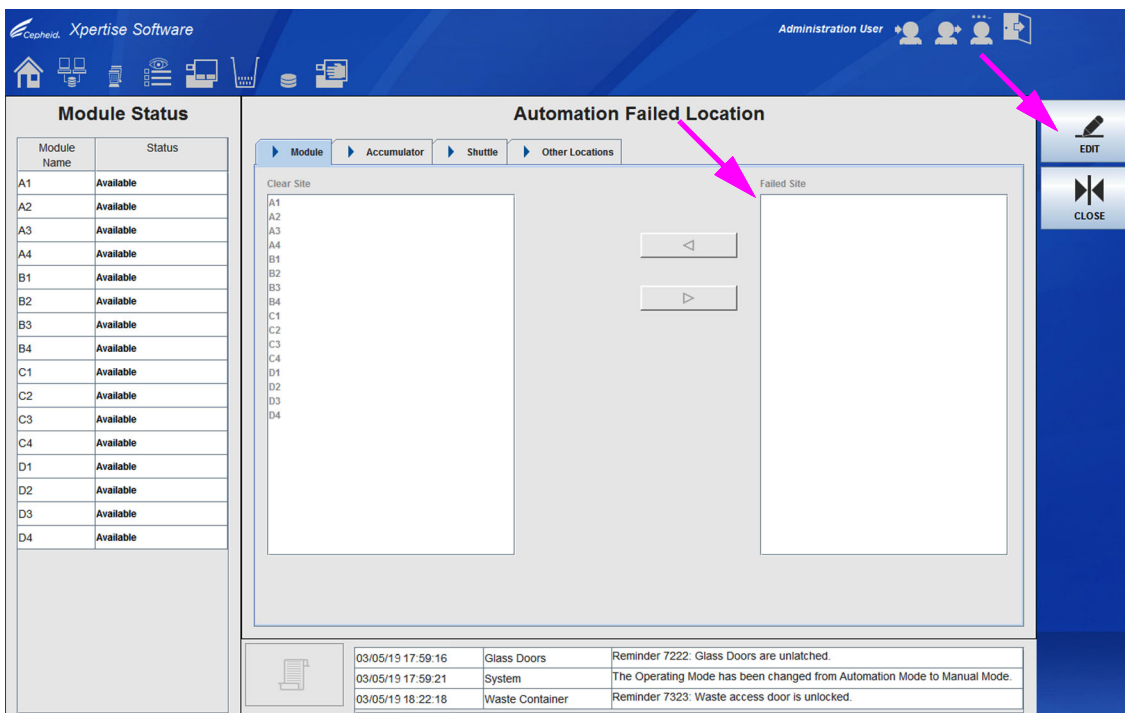

图 9-98. 显示没有故障模块位置的自动化操作故障位置 (Automation Failed Location) 工作区
- 清除了所有位置后，**故障位置 (Failed Site)** 面板将清空。请参见图 9-98。选择**关闭 (CLOSE)** 按钮以关闭自动化操作故障位置 (Automation Failed Location) 工作区。